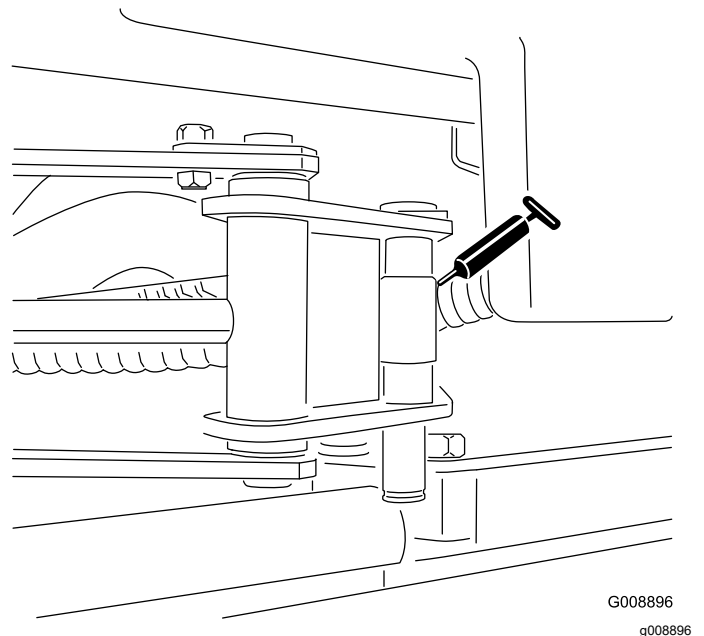

Figura 35
- 2 capete de cilindru sidewinder (Figura 35)